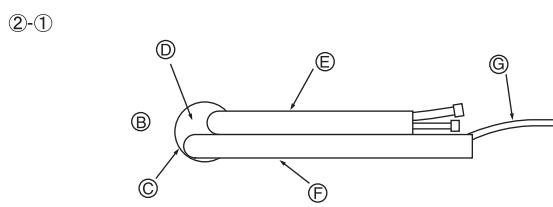

Fig. 3-5
② Трубы слева и сзади слева
- ②-① Для задних левых труб вытяните трубы из отверстий, чтобы определить их точную длину, затем свяжите их лентой. Внутренний прибор должен висеть на настенном кронштейне. (Fig. 3-5)